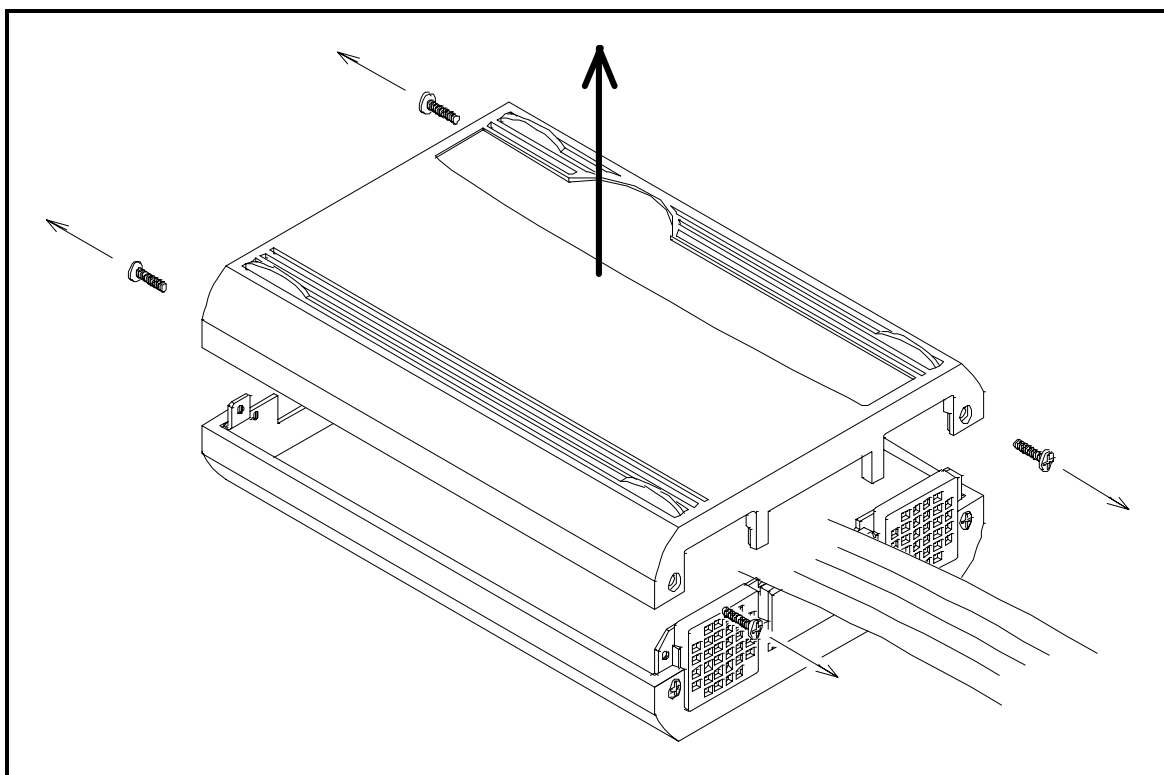

図 3.1 上カバーの取り外し
- ①本製品の両側面ネジ(4箇所)を外して、上カバーを取り外してください(図 3.1参照)。
- ②以降の説明にしたがってジャンプスイッチ等を設定してください。
- ③上カバーを元通り取り付け、ネジで固定してください。